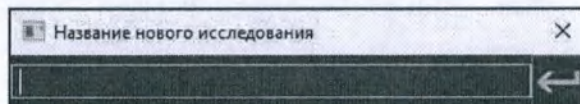

Рис. 22. Окно задания названия исследования
- Задайте новое название исследования (Рис. 22);